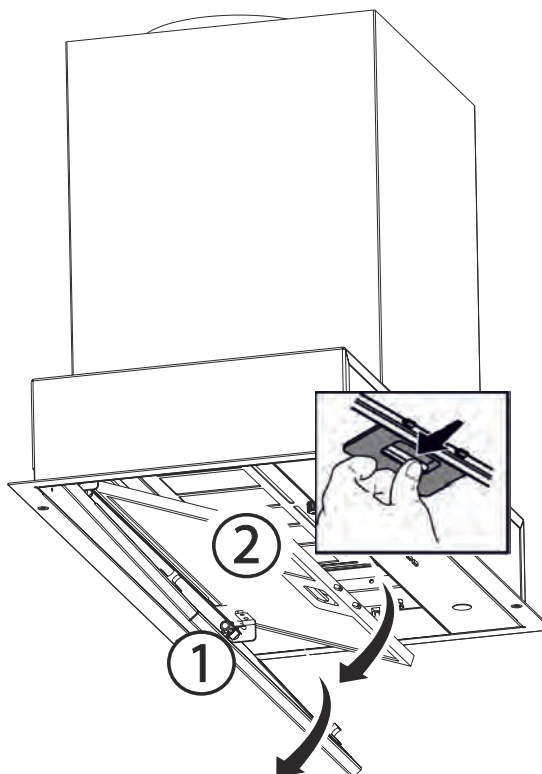

Fig. 15
1. Kantsugplattan måste lutas nedåt (Fig. 15/1).
2. Ta bort fettfiltret genom att ta tag i handtaget och trycka på det (Fig. 15/2) Använd gärna båda händerna för att inte tappa fettfiltret.